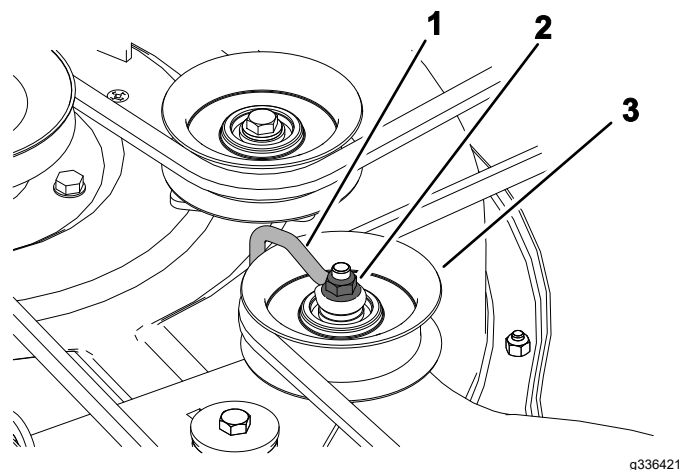

Figure 51
5. Desserrez l'écrou qui fixe le fil métallique à la poulie de tension (Figure 51).
9. Resserrez l'écrou qui fixe le fil métallique à la poulie de tension (Figure 51).
- Remarque:** Positionnez le fil métallique contre le bras de la poulie de tension comme montré à la Figure 51.